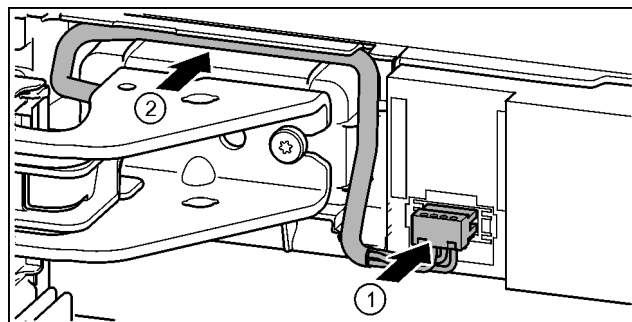

Fig. 42
- ▶ Zaklapnite zástrčku nad hornou ložiskovou konzolou a vodiče kábla opatrne vložte do kanála. Fig. 42 (1)
- ▶ Sivý kábel opatrne položte do vedenia nad hornou ložiskovou konzolou. Fig. 42 (2)